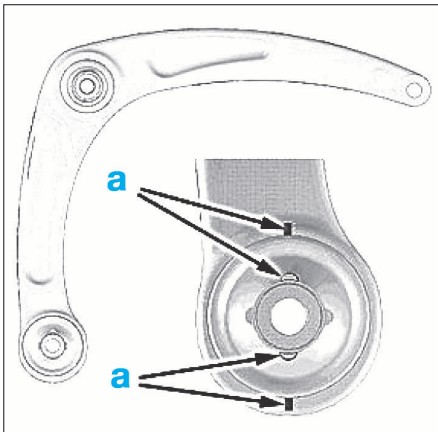

FIG. 19
- Repérer la position angulaire de l'articulation élastique arrière sur le bras inférieur de suspension (en "a") (Fig.19).